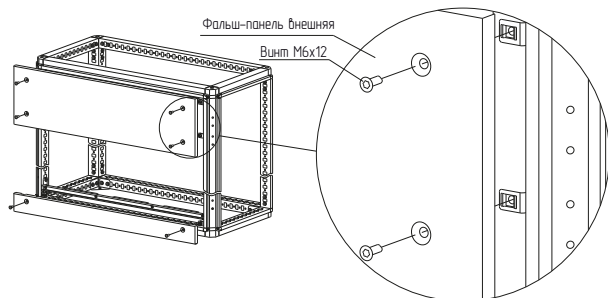

Рисунок 3
4.1.4 Закрепить фальш-панель внешней компенсирующей винтами M6×12 (рисунок 3). Момент затяжки – 7 Н·м.